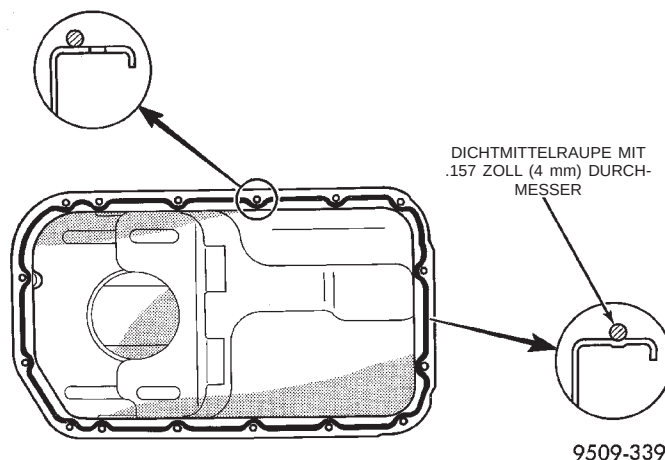

Abb. 64 Abdichtung der Ölwanne
- (1) Dichtmittel wie in (Abb. 64) gezeigt auftragen.
- (2) Wanne montieren und die Schrauben mit einem Anzugsmoment von 6 N·m (50 in. lbs.) festziehen.
- (3) Der Einbau erfolgt in der umgekehrten Reihenfolge des Ausbaus.